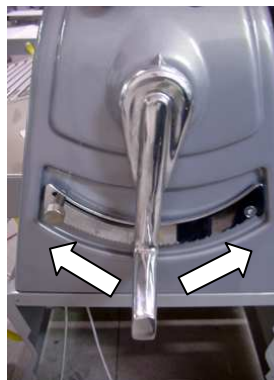

Рис. 6
Подъем и опускание цилиндров проката осуществляется путем поворота ручки, обозначенной на фото, влево или вправо (рис. 6). Каждый уровень поворота ручки зубчатого механизма соответствует определенной толщине проката.
5. ***УДОСТОВЕРЬТЕСЬ, ЧТО КНОПКА ЭКСТРЕННОЙ ОСТАНОВКИ (РИС. 6) НЕ НАЖАТА;***